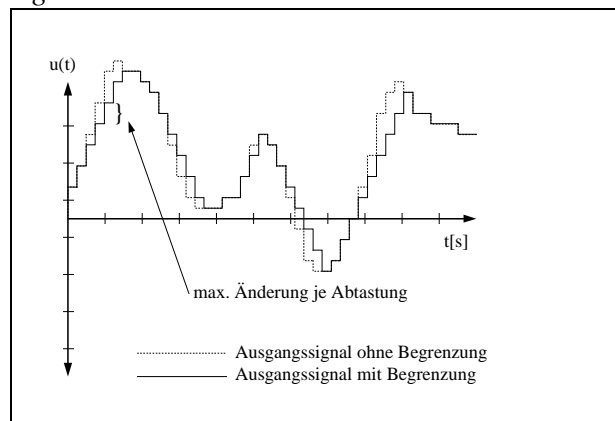

Abb. 3: Begrenzung der max. Änderung
- Begrenzung der maximalen Änderung des Ausgangssignals (siehe Abb. 3)